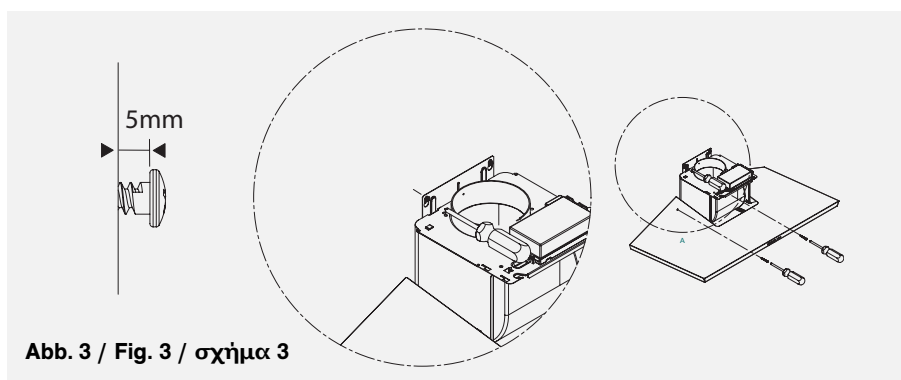

Abb. 3 / Fig. 3 / σχήμα 3
- Fixe o exaustor por meio dos 2 parafusos (**fig. 3**).